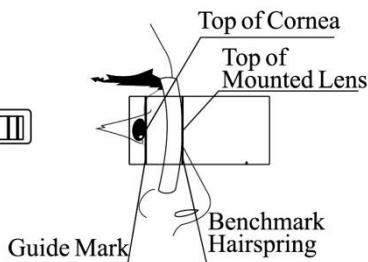

Fig. 9b.
c. După ce direcționarea este terminată. Opticianul glisează pupil stânga/dreapta Tasta de măsurare pentru a coincide arcul Benchmark cu partea superioară a lentilei (Fig.9b). Distanța de la vârful corneei până la lentila montată poate fi obținută prin scăderea grosimii lentilei din valoarea afișată digital în acel moment.